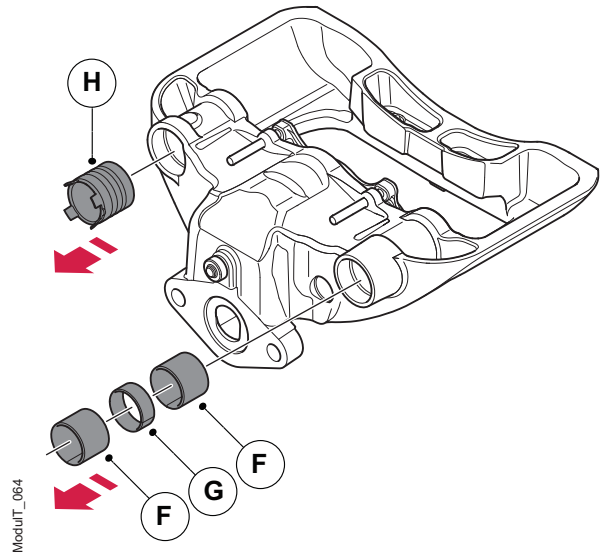

Figura 54. Desmontar los cojinetes de deslizamiento y el casquillo de composite
7. Con cuidado, siga los pasos 8 y 9 para desmontar los dos cojinetes principales (F), el separador (G) y el casquillo de composite (H), véase la figura 54.